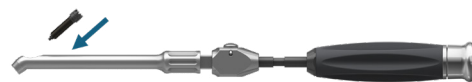

Figura 22
3. Introduzca una punta de destornillador adicional en el vástago externo de la llave acodada hasta percibir un tope fijo (Figura 22).